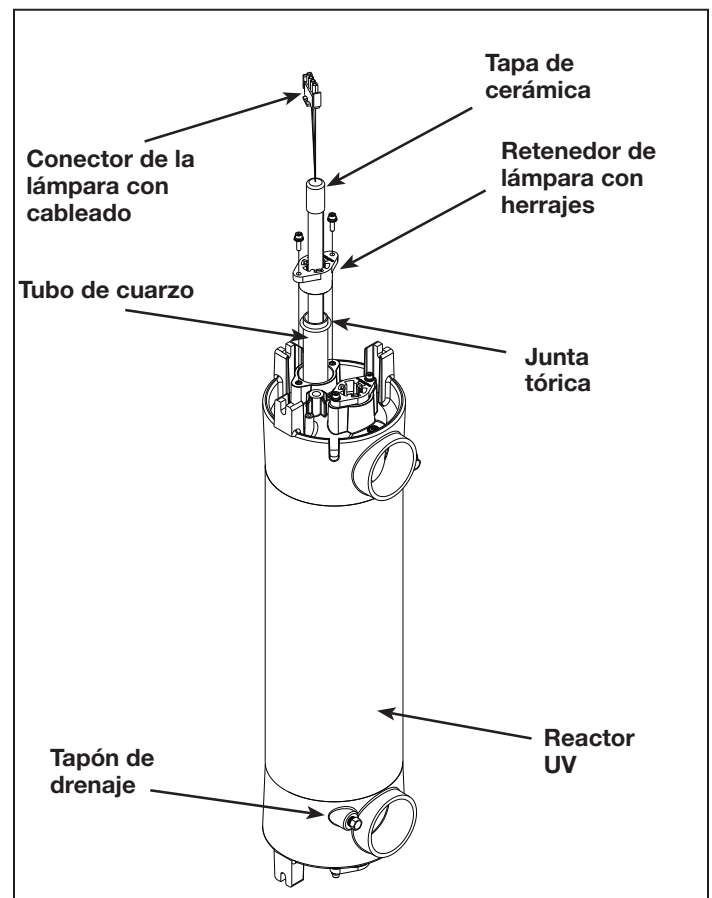

Figura 7. Subconjunto del reactor UV
3. Antes de continuar, espere a que los tubos de cuarzo se enfríen. Quite el tapón de vaciado para drenar el agua del reactor UV. Vuelva a colocar el tapón una vez que el agua deje de salir del reactor UV. Consulte la Figura 7.
4. Sujete los cables de la lámpara UV y tire suavemente hasta que la parte superior de la lámpara UV pase las pestañas del retenedor de la lámpara. Consulte la Figura 7.
6. Después de extraer las lámparas, quite los tornillos de la parte superior del retenedor de la lámpara con la llave hexagonal suministrada con la bolsa de piezas. Deje en un lugar seguro los tornillos, las arandelas y el retenedor. Consulte la Figura 7.
7. Sujete el tubo de cuarzo desde la parte superior del reactor UV y tire para extraerlo del reactor UV. Consulte la Figura 7.
8. Retire la junta tórica de la parte superior del tubo de cuarzo. Coloque todo en un lugar seguro. Consulte la Figura 7.